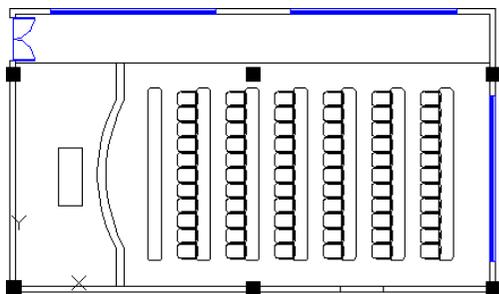

图 17.12.40 阵列座椅
Step10. 阵列座椅。选择下拉菜单 **修改(O)** → **阵列** → **矩形阵列** 命令，选取 Step9 插入的座椅为阵列对象，按 Enter 键结束选取，系统弹出“阵列创建”选项卡，在 **列** 区域的 **列数** 文本框中输入 6，在 **介于** 文本框中输入 1700，在 **行** 区域的 **列数** 文本框中输入 11，在 **介于** 文本框中输入 -532，单击 **关闭阵列** 按钮，完成阵列的创建，如图 17.12.40 所示。